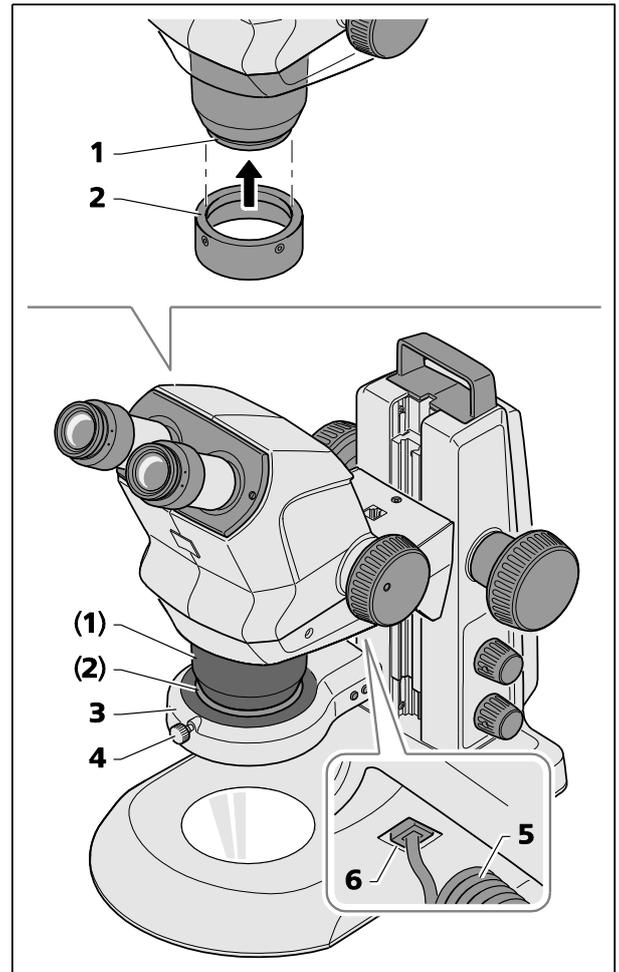

Fig. 9 Montage du dispositif d'éclairage annulaire
- Pousser la bague de retenue A53 (Fig. 9/2) par dessous sur le capuchon anti-poussière (Fig. 9/1) du Stemi 508 et la fixer en serrant les deux vis de retenue (à six pans creux, SW 3).
- Insérer le câble de connexion (Fig. 9/5) du dispositif d'éclairage annulaire (Fig. 9/3) dans la prise inférieure (Fig. 9/6) du support du Stemi et dans la prise de dispositif d'éclairage annulaire.
- Pousser le dispositif d'éclairage annulaire sur la bague de retenue A53 (Fig. 9/2) par en dessous et le fixer à l'aide de la vis moletée (Fig. 9/4).
- Pousser ensuite le dispositif d'éclairage annulaire avec l'adaptateur vers le haut sur l'optique frontale et le fixer avec la vis de serrage (voir Fig. 9).